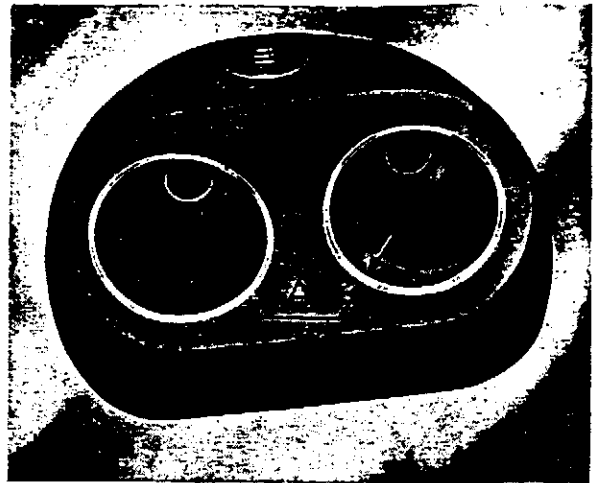

Abb. 36. Breite von Ventilsitzen
2. Der Ventilsitz ist so zu schleifen, daß eine einwandfrei Auflagefläche erhalten wird. Der Winkel muß 45° und die Auflagefläche eine Breite von 1,5 mm aufweisen, siehe "A" Abb. 36. Falls die Auflagefläche nach dem Nachschleifen zu breit wird, kann sie von innen mit einer Schleifscheibe von 70° und von außen mit einer auf 20° abgeschrägten Scheibe reduziert werden.